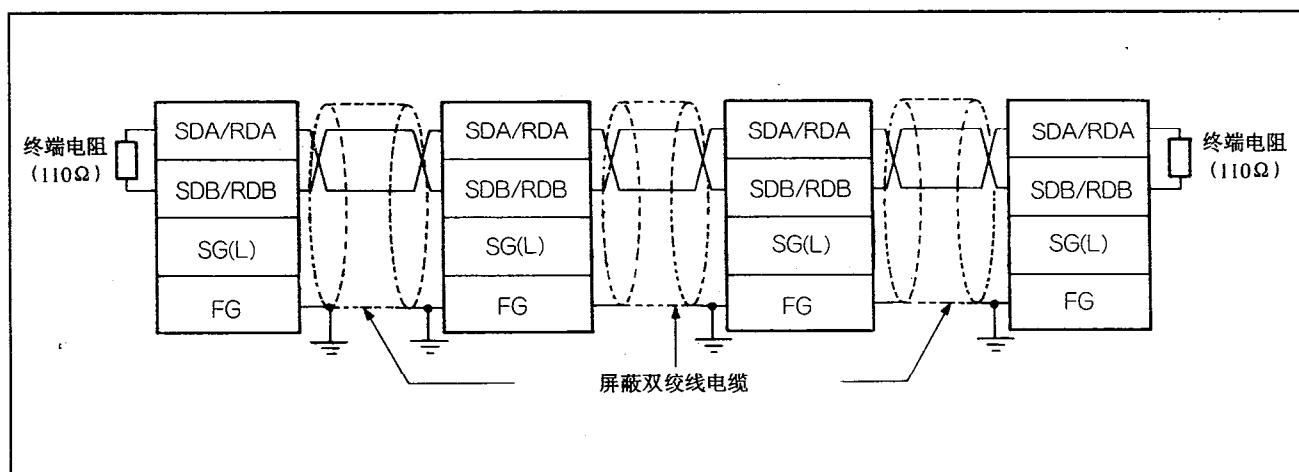

图8.15 屏蔽双绞线电缆与链接模块的连接
屏蔽双绞线电缆与链接模块的连接，请按图8.15所示进行。
- ①在MELSECNET数据链路系统，如图8.15所示，用光纤电缆/同轴电缆将本站的发送侧和接收侧连接后进行。
- ②在MELSECNET/B数据链路系统，用单件链接模块进行。